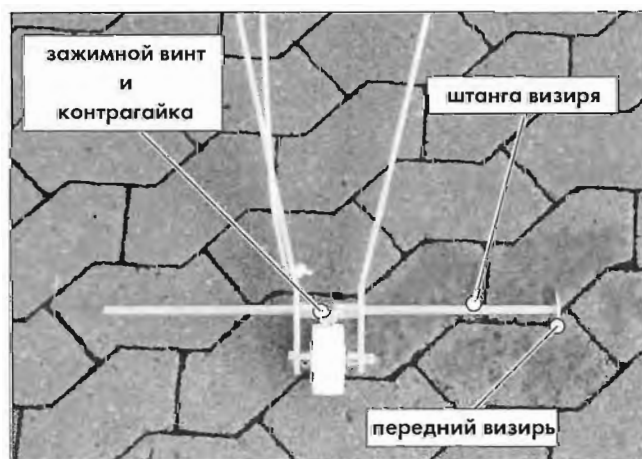

Рис. 4.45 Передний визирь
3. Выровняйте фрезерную машину так, чтобы она имела на одной оси правым или левым режущим диском с натянутым шнуром, линейкой или размеченной линией резки (Рис. 4.45 и 4.47)!
4. Ослабьте контрагайку и зажимной винт штанги переднего визиря и выровняйте передний визирь точно по линии (шнуру) (Рис. 4.45, до 4.47)!